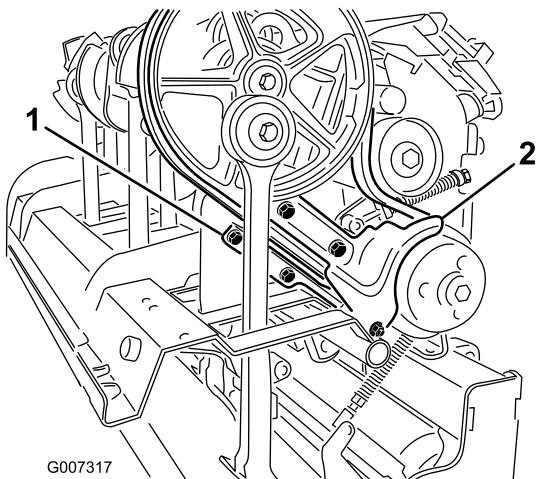

Figura 32
- Retire las sujetaciones que aseguran la cubierta de protección y la cubierta inferior de la correa (Figura 32) Retire la cubierta de protección y la cubierta inferior de la correa.